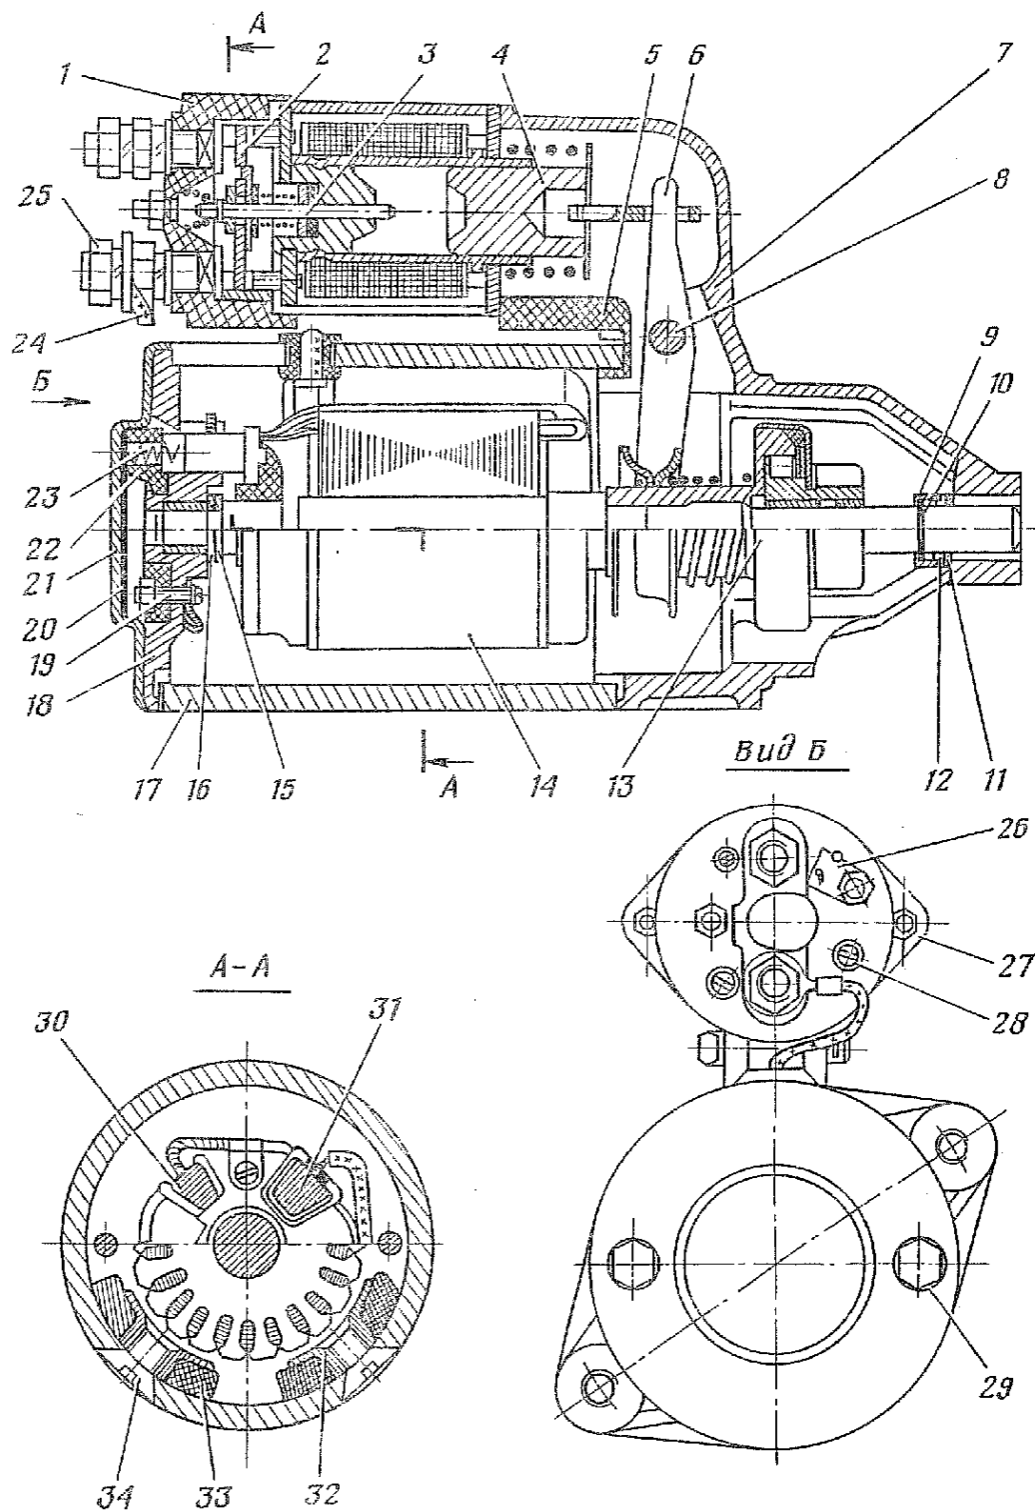

Рис. 206. Стартер:
1.1. Отвернуть гайку 25 (рис. 206) контактного болта и отсоединить провод 24 (ключ 14).
3.1. Установить в корпус 17 (рис. 206) стартера изоляционные прокладки согласно меткам полюса 32 с обмотками 33 возбуждения, совместив отверстия в корпусе и резьбовые отверстия в полюсах.